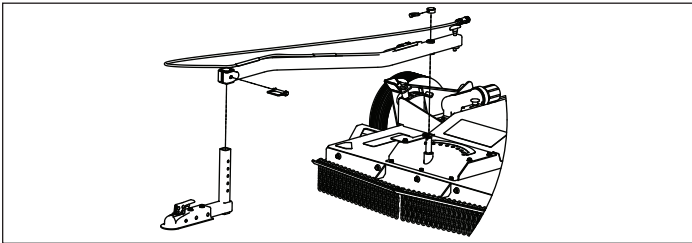

Figure 6
7. Assembler et monter la tête et la flèche d'attelage sur la machine. Utiliser la goupille de blocage pour immobiliser flèche d'attelage en position centrale. Voir Figure 6